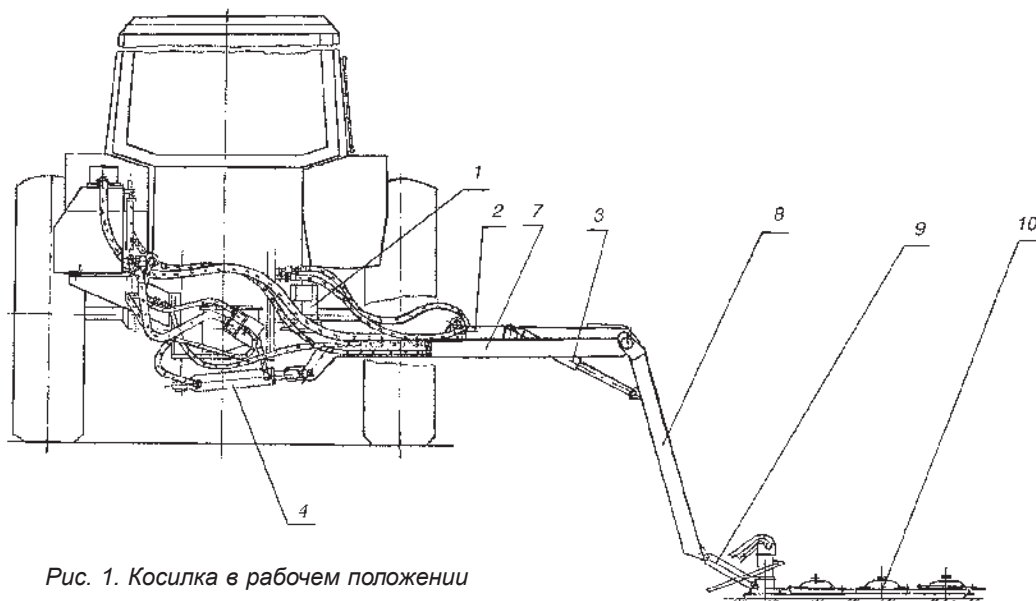

Рис. 1. Косилка в рабочем положении
3.2. Косилка в рабочем положении (рис. 1) состоит из следующих составных частей: рамы 1, гидроцилиндров 2, 3, 4, каркаса 5, поворотной рамы 6, стрелы 7, рукояти 8, звена уравнивания 9, режущего аппарата 10, держателя 12 и гидросистемы (гидроприводов и РВД).